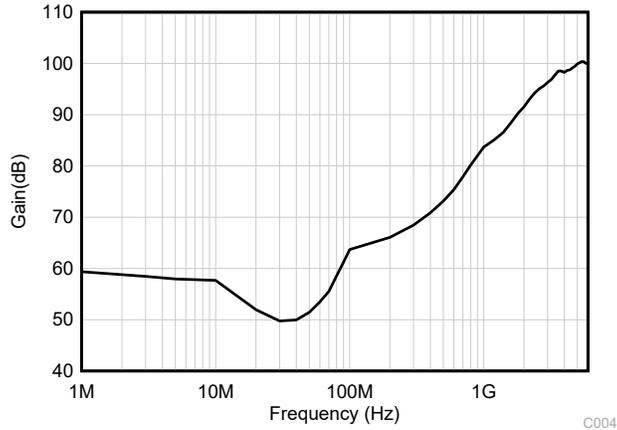

图 7-3. EMIRR 测试
TLV935x 采用集成电磁干扰 (EMI) 滤波来减少无线通信设备、混合使用模拟信号链和数字元件的高密度电路板等干扰源产生的 EMI 效应。通过电路设计技术可改进 EMI 抗扰度；TLV935x 受益于这些设计改进措施。德州仪器 (TI) 已经开发出在 10MHz 至 6GHz 扩展宽频谱范围内准确测量和量化运算放大器抗扰度的功能。图 7-3 显示了对 TLV935x 执行该测试的结果。表 7-1 显示了 TLV935x 在实际应用中常见特定频率下的 EMIRR IN+ 值。表 7-1 列出了可在下图所示的特定频率或其近似频率下运行的应用。运算放大器的 EMI 抑制比应用报告包含了与运算放大器相关的 EMIRR 性能主题，该报告可在 [www.ti.com](http://www.ti.com) 上下载。